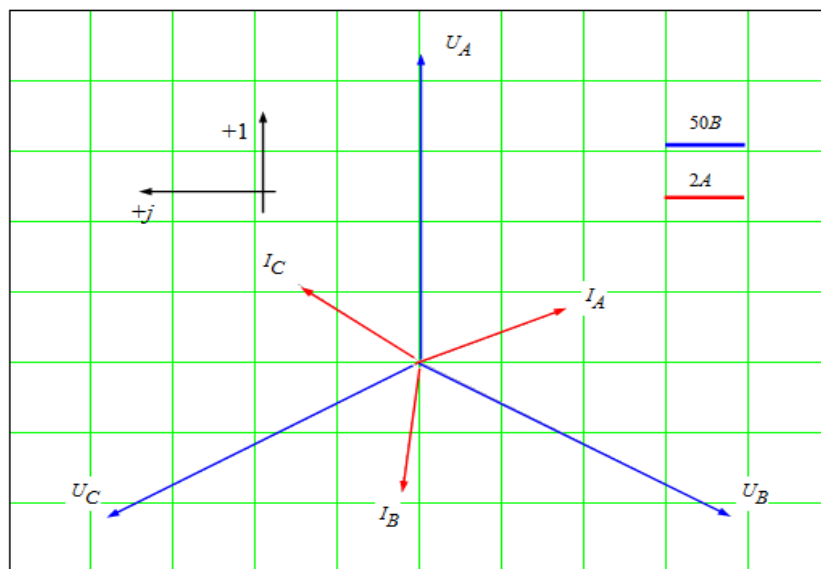

Рисунок 9 – Векторная диаграмма токов и напряжений
8. Построим векторную диаграмму токов и топографическую диаграмму напряжений (см. рис. 9).